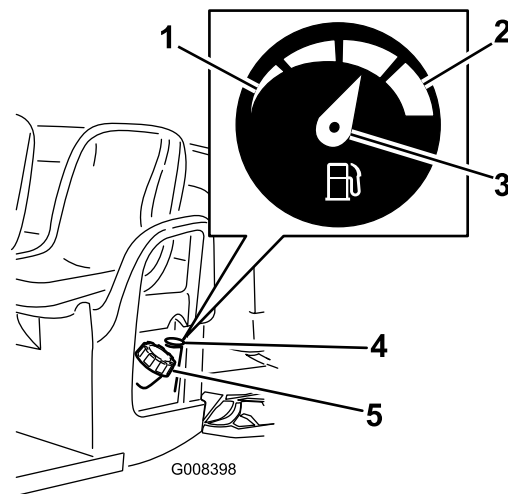

図 10
2. 燃料タンクのキャップ(図 10)の周囲をきれいに拭く。